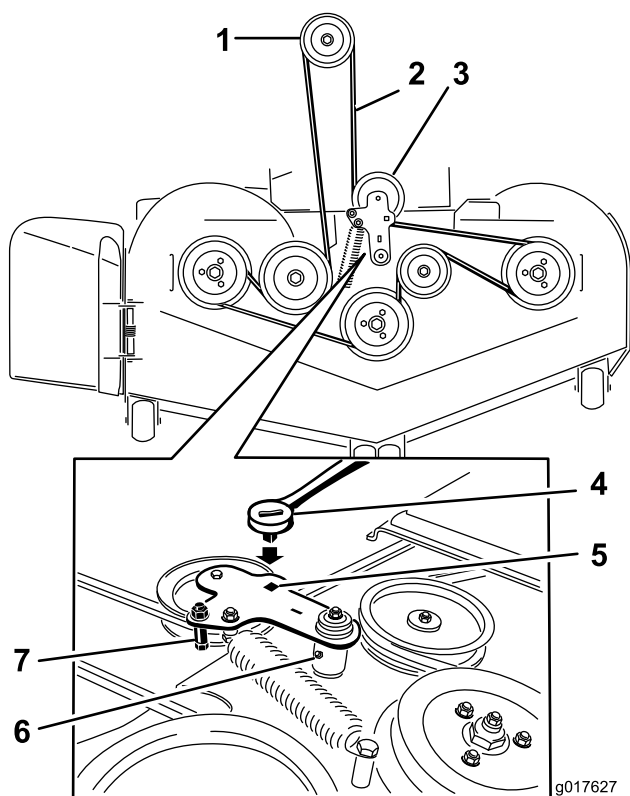

図 80
5. フロアパンを持ち上げて、デッキアイドラの四角い穴にラチェットを差し込む (図 80)。
6. デッキアイドラを右に回転させて刈り込みベルトを外す (図 80)。